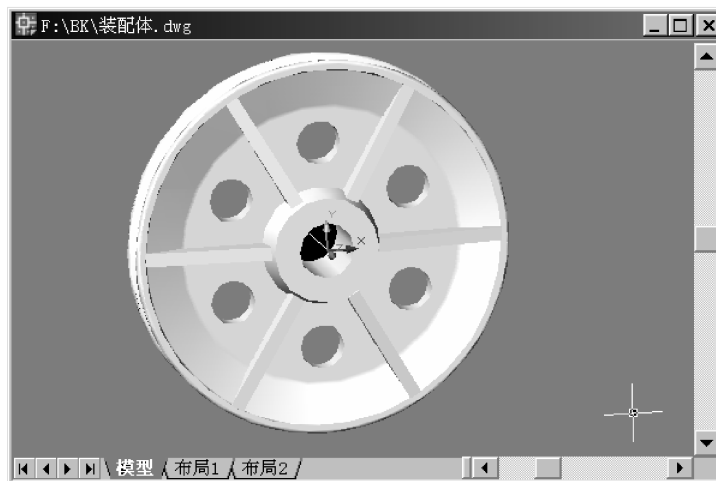

图 5-47 完成后的滑轮造型
(5) 单击“实体编辑”工具栏 → , 将滑轮和六个滑轮肋板合并为一个整体。然后单击“实体编辑”工具栏 → , 创建滑轮和六个圆柱体的差集, 最后完成滑轮造型的创建, 如图 5-47 所示。